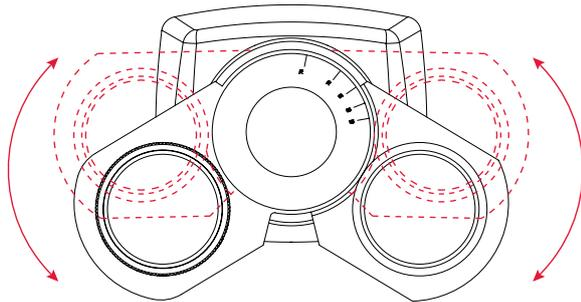

Abb. 5
- Während Sie durch die Okulare schauen, bewegen Sie die Okularstutzen und bewegen Sie so, dass die zwei runden Bilder in den Okularen zu einem runden Bild des Präparates verschmelzen. (Abb. 5)